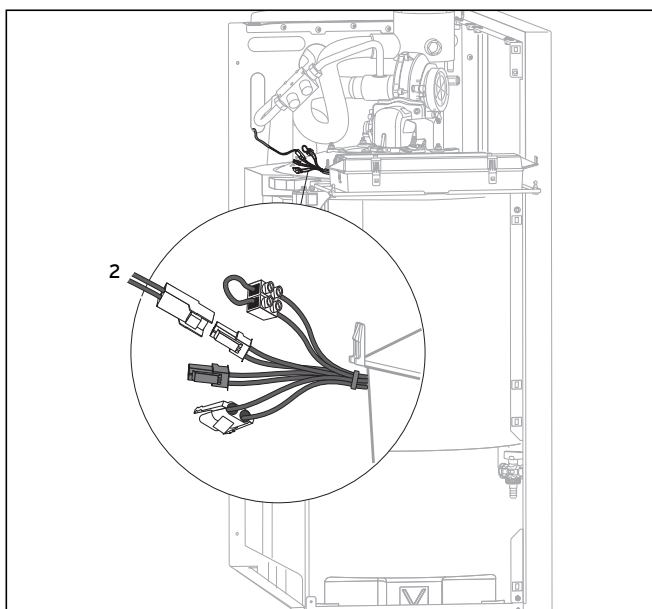

Рис. 4.6 Подключение датчика температуры накопителя
- Датчик накопителя электрически подключается к белому штекеру кабельного жгута (рис. 4.6)